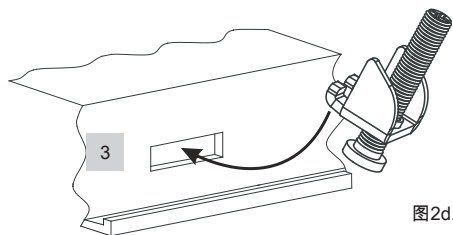

图2d.
- 插入并拧紧螺丝，直到框架边缘与控制柜面板齐平，见图2d。